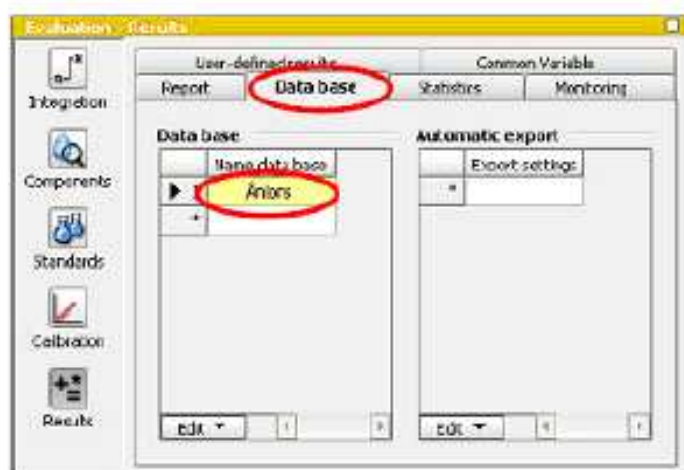

Figura 8.1 – Janela do software Magic Net IC, results.
- Clicar em “DATA BASE”, Figura 8.1.